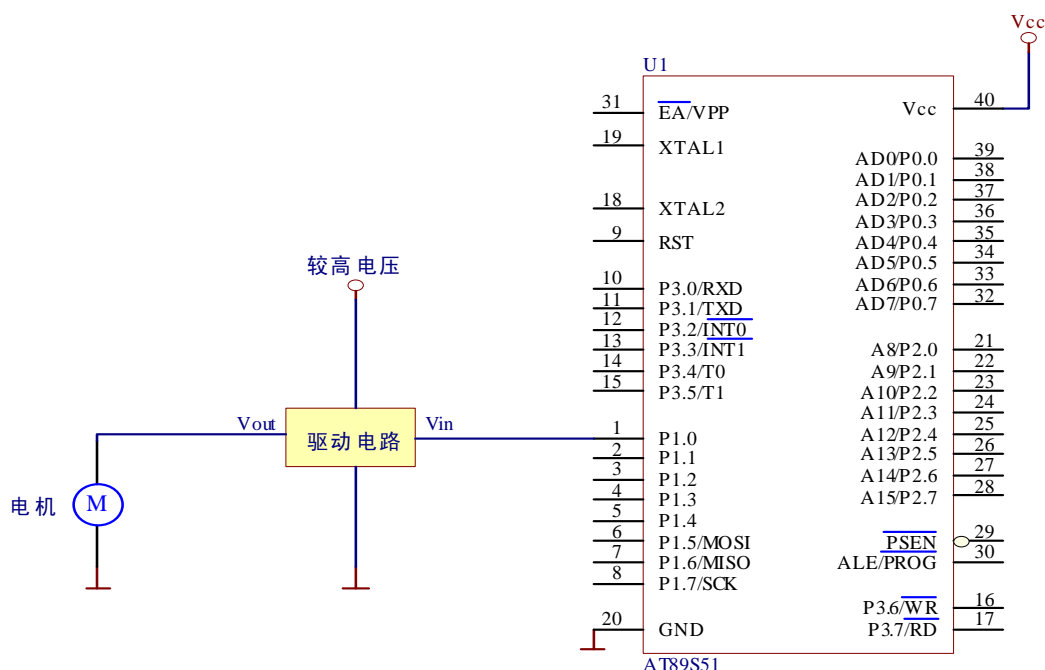

图 1-14 单片机通过驱动电路控制电机
类似地，来分析一下单片机如何控制洗衣机中的电机工作。前面讲到由于电机属于大功率器件，所以需要用到驱动电路，这个驱动电路就好比一个放大器，把单片机管脚输出的 Vcc 低压转变成能使电机工作的较高电压，如图 1-14 所示，驱动电路的输入控制端 Vin 与 P1.0 管脚相连受其控制。如果 P1.0 输出高电平，驱动电路就开始工作，输出控制端 Vout 向电机 (M) 输出持续的工作电压，电机开始转动；一旦 P1.0 输出低电平，驱动电路则不工作，电机停止转动。
2. 在如图 1-14 所示的电路中，单片机的 P1.0 管脚通过一个驱动电路来控制电机，控制这个电机转动一段时间的 3 条中文指令是什么？